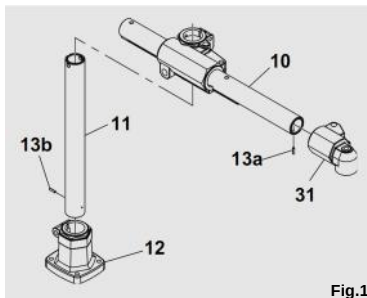
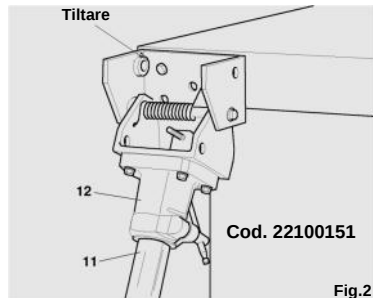

Fig.1
Fig.2
Ifall stödet skulle monteras på en eventuell "Tiltare" (se Fig.2), ser säkerhetssystemet **Elastic Pin System** till att det vertikala röret (11) inte åker ur basen (12), m h a sprinten (13b) (se Fig.1), även om handtaget inte är spärrat.
Detta säkerhetssystem gäller även för den horisontala slangen (10) (se Fig.1), eftersom stiftet (13a) ser till att pipen dras ut ur själva slangen.